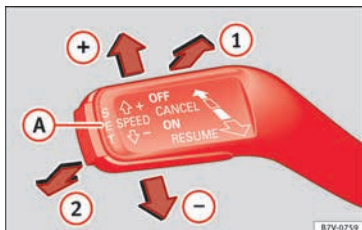

Abb. 47 Siehe Einbauort auf Seite 7
- GRA einschalten: Hebel in Position **ON** **①** » **Abb. 47** ziehen. System wird eingeschaltet, jedoch erfolgt noch keine Regelung, da noch keine Geschwindigkeit gespeichert ist.
- GRA aktivieren: Taste **SET** **A** » **Abb. 47** drücken. Die aktuelle Geschwindigkeit wird gespeichert und geregelt.
- GRA-Regelung vorübergehend abschalten: Hebel bis Position **CANCEL** **②** » **Abb. 47** drücken und loslassen oder Brems- oder Kupplungspedal drücken. Regelung wird vorübergehend abgeschaltet.
- GRA-Regelung wieder aufnehmen: Hebel in Position **RESUME** **①** » **Abb. 47** ziehen und loslassen. Die gespeicherte Geschwindigkeit wird erneut gespeichert und eingestellt.
- GRA abschalten: Den dritten Hebel in die Stellung **OFF** **②** » **Abb. 47** bringen. Das System wird abgeschaltet und die gespeicherte Geschwindigkeit gelöscht.